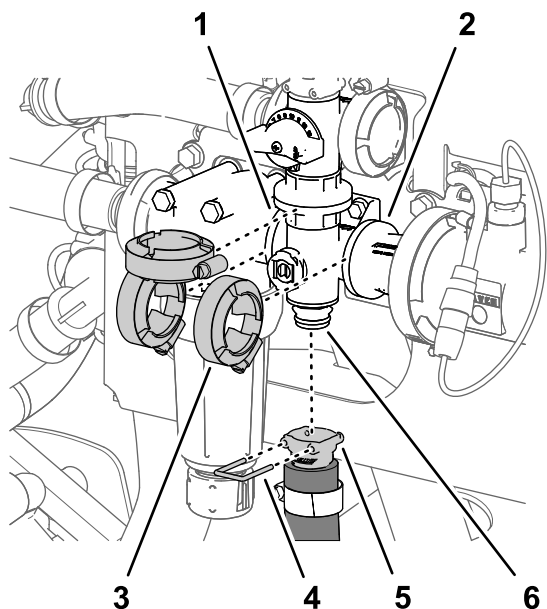

Рисунок 123
1. Снимите штифт быстроразъемного соединения, который крепит быстроразъемный соединитель шланга перемешивания к коллектору клапана перемешивания (Рисунок 123).
- Снимите 3 фланцевых хомута, которые крепят коллектор клапана перемешивания к фланцам головки фильтра линии нагнетания и переходного соединителя (Рисунок 123).